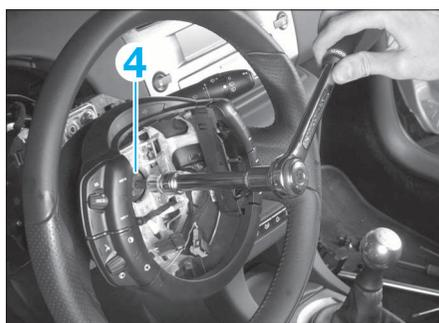

FIG. 3
- Déposer la vis (4) (Fig.3).
Enduire la vis (4) (Fig.3) de LOCTITE FRENATANCH.